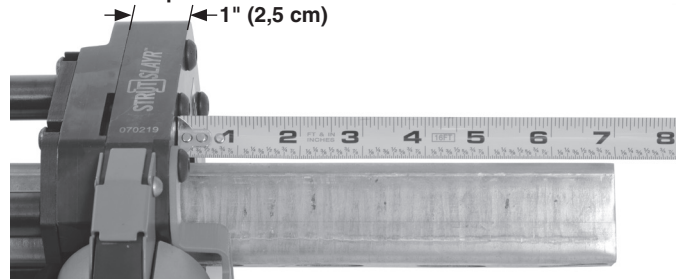

Figura 6B– Medición de la longitud de la canaleta
- b. A la medición desde la placa lateral al extremo de la canaleta, sume 1" (25 mm) (*Figura 6B*).